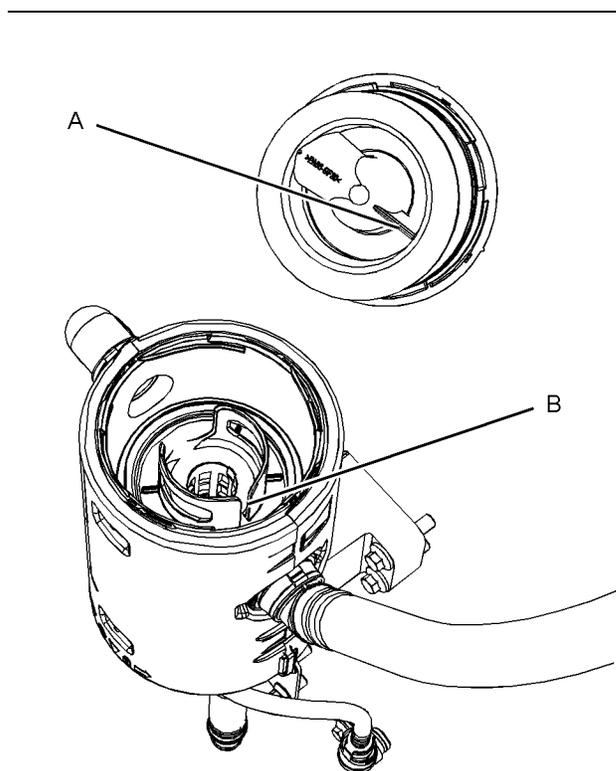

Abbildung 67
5. Ein neues Filterelement in das Gehäuse des Entlüfters (3) einsetzen. Sicherstellen, dass das Element in der richtigen Position ist, siehe Abbildung 67 . Ausrichten von Position (A) am oberen Deckel mit Position (B) am Filterelement.